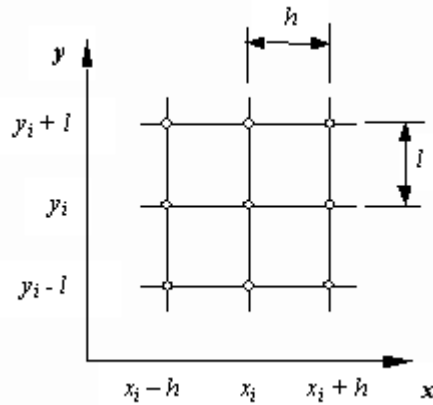

Рисунок 12. Двумерная сетка
1. Построение в области решения равномерной сетки, содержащей n узловых точек (Рисунок 12).